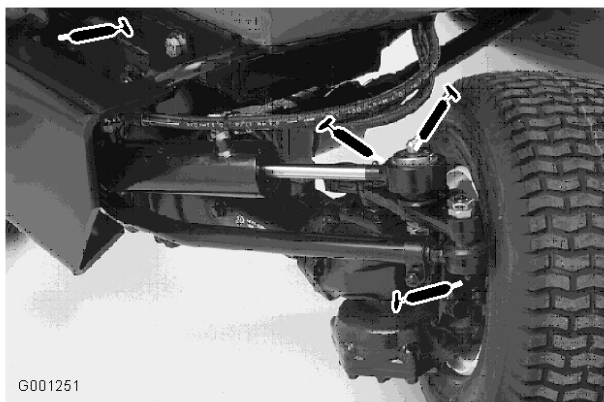

Figura 44
- Extremos de los tirantes (2) (Figura 44)
- Extremos de las bielas (2) (Figura 44)
- Puntos de giro de la dirección (2) (Figura 44)
- Pasador de giro del eje (Figura 44)